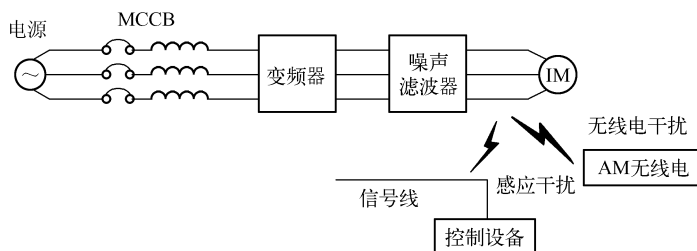

图 4-10 输出侧噪声滤波器的安装
③ 热敏继电器的安装。为了防止电动机过热，变频器有通过电子热敏器进行的保护功能。由一台变频器运行多台电动机或使用多极电动机时，应在变频器与电动机间设置热动型热敏继电器（THR），并将电动机保护功能选择设定为电动机保护无效。此时应接入通过热敏继电器的接点来关闭主回路输入侧电磁接触器的顺控器。
④ 输出侧噪声滤波器的安装。通过在变频器的输出侧连接噪声滤波器，能减轻无线电干扰和感应干扰，如图 4-10 所示。